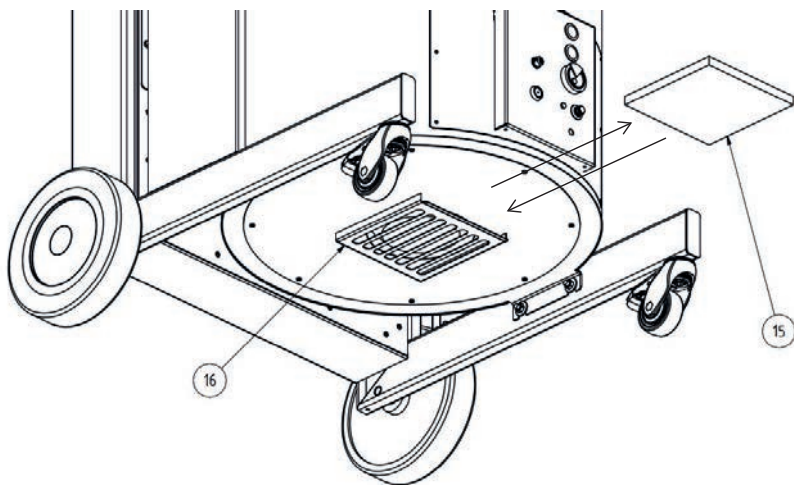

Рисунок 6, Замена всасывающего фильтра
- Извлеките всасывающий фильтр (см. рис. 6, поз. 15) в направлении вперед из держателя всасывающего фильтра (поз. 6, поз. 16) и положите его в мешок для мусора.